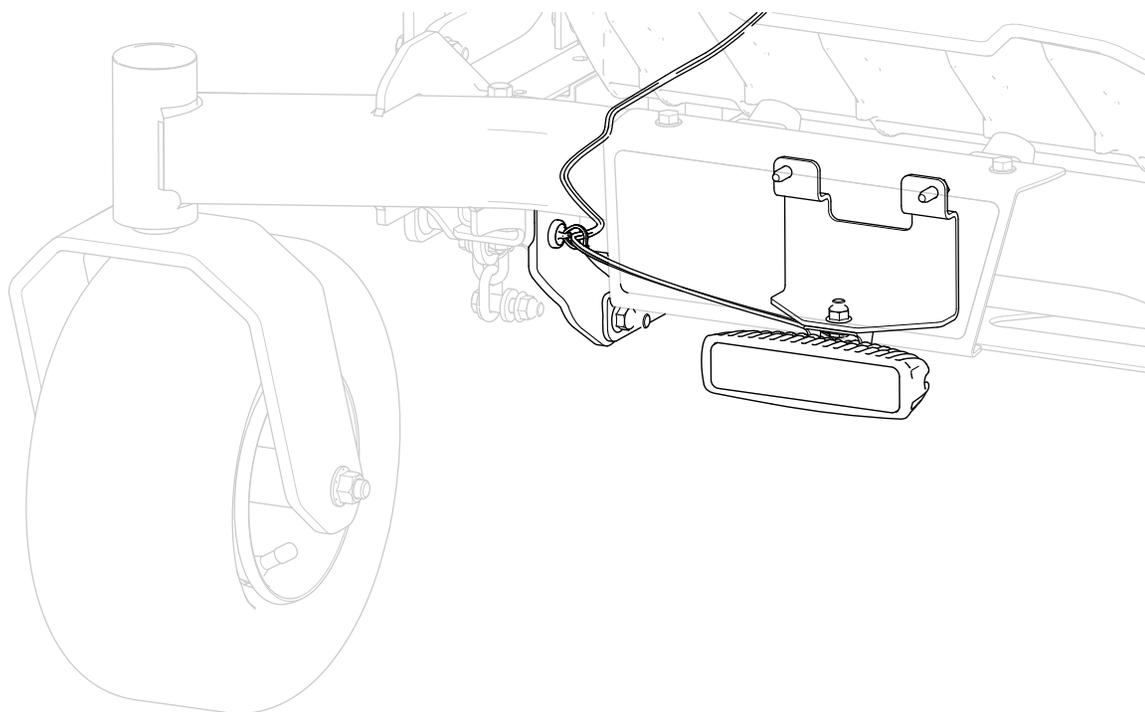

Figura 11
6. Dal lato anteriore della macchina, proseguite disponendo il cablaggio preassemblato lungo il lato destro e attaccate il supporto magnetico della fascetta alla piastra orientabile destra (Figura 11).